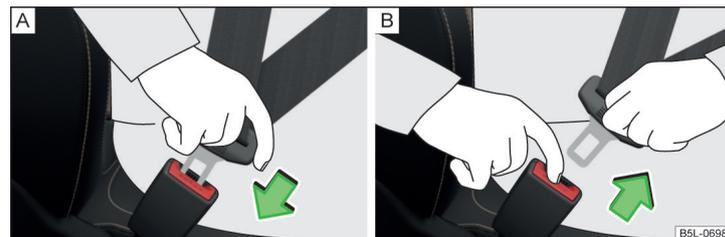

Fig. 6 Colocar / retirar o cinto de segurança
- ▶ Insira a lingueta de fecho na caixa de travamento do cinto pertencente a esse banco » Fig. 6 - [A] até a mesma encaixa audivelmente.
- ▶ Pegar na lingueta de fecho e pressionar o botão vermelho na caixa de travamento do cinto » Fig. 6 - [B], a lingueta de fecho salta.